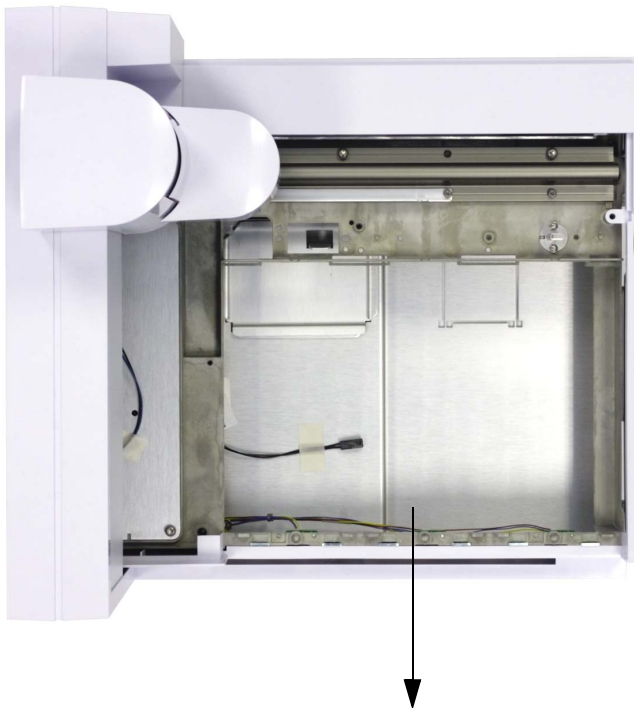

Figura 43 Extracción de la placa de sujeción de la bandeja de muestras
- 24** Retire la placa de sujeción de la bandeja levantando la parte delantera de la placa y tirando de ella hacia la parte frontal de la bandeja de muestras. Se desliza la placa de sujeción hacia afuera (**Figura 43**).